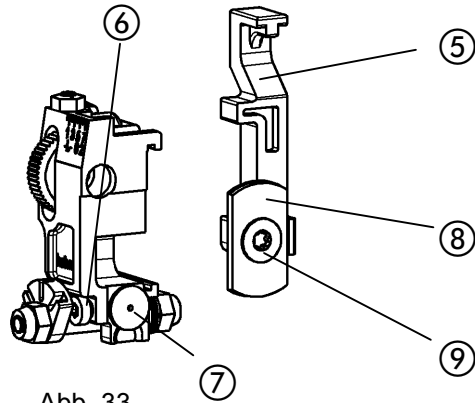

Abb. 33
- Abb. 33-
- Klemmschraube ⑥ lösen und Rundmesser ⑦ herausnehmen.